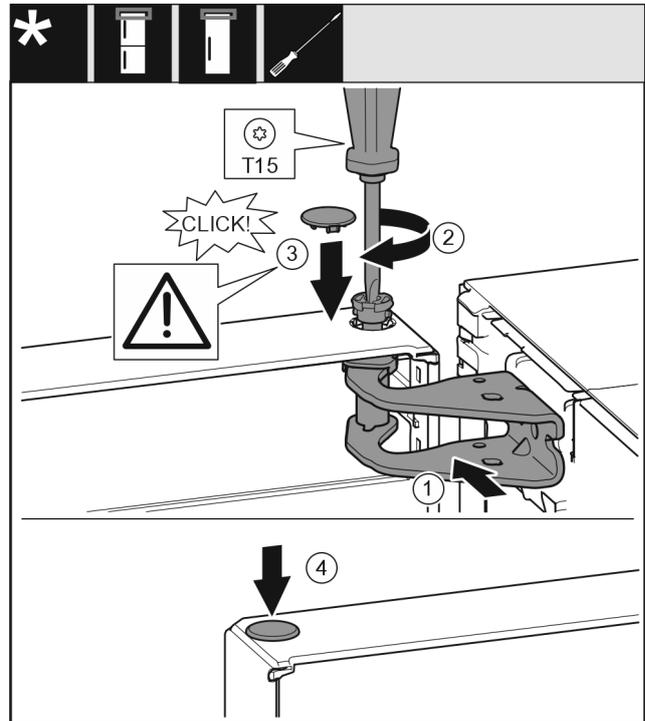

Fig. 45
- ▶ 将冰箱门的上方对准托架 Fig. 45 (1)中的开口。
- ▶ 放入螺栓 Fig. 45 (2)并用螺丝刀拧紧。
- ▶ 装入盖板 Fig. 45 (3)。
- ▶ 检查盖板 Fig. 45 (3)是否紧贴在冰箱门上。
- ▶ 装入盖板 Fig. 45 (4)。